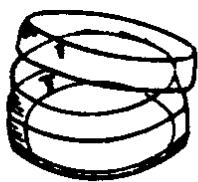

图 1-6 汽油缸
4. 汽油缸 汽油缸是用来存放溶剂汽油或其它清洗液的。为了防止汽油挥发，最好采用磨砂口的汽油缸（见图1-6）。如无汽油缸时，也可用其它密封性好的容器代替。